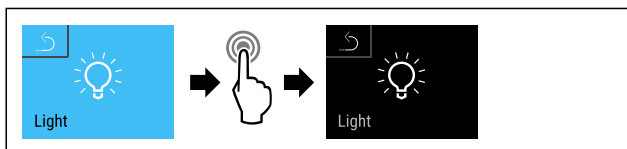

Fig. 71
- ▶ Eseguire i passi (vedere Fig. 71).